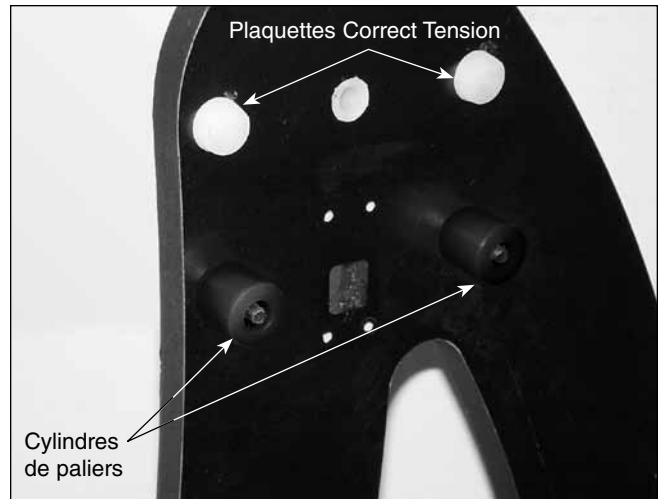

Figure 5. Fixation des cylindres de paliers.
10. Attachez la poignée (M) au panneau avant (B) avec les deux vis de montage à tête hexagonale pour les poignées. Positionnez une rondelle sur chaque vis, puis placez la poignée contre le panneau avant (l'extrémité de la poignée avec le logo Orion orientée vers le haut). Puis vissez fermement les vis de l'intérieur de la base dans la poignée à l'aide de la clé à molette fournie.
11. Alignez l'un des cylindres de palier d'altitude (N) avec l'intérieur de l'un des quatre orifices de cylindres de paliers des panneaux latéraux. Poussez une vis de cylindre de palier à travers le panneau latéral et vissez le cylindre de palier sur celle-ci (**figure 5**). L'extrémité biseautée du cylindre doit être orientée vers l'extérieur. Vous pouvez serrer le cylindre à la main ou, si nécessaire, avec la clé hexagonale de 4 mm fournie. Répétez cette opération pour les trois autres cylindres.